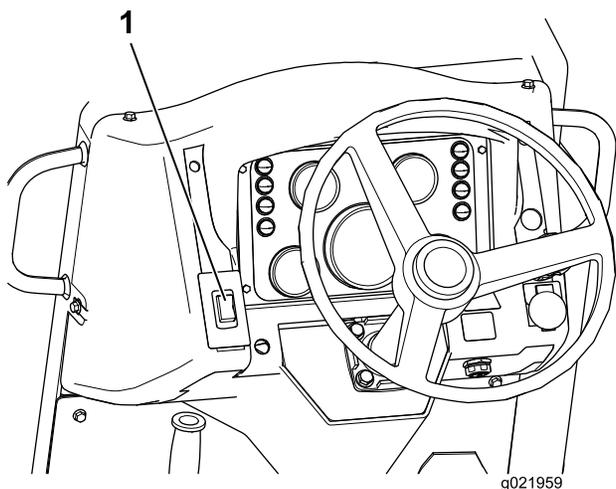

Figure 9
**Interrupteur du frein de stationnement** – Appuyez sur le haut de l'interrupteur pour serrer le frein de stationnement (Figure 9); appuyez sur le bas de l'interrupteur pour débloquer la pédale du frein de stationnement.